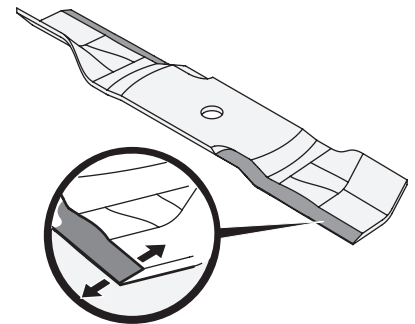

Figure 4-18
3. Pour aiguiser correctement les lames de coupe, aiguissez les deux tranchants des lames de façon égale, parallèlement à la voile, à un angle de 25 à 30 degrés. Aiguissez toujours chaque lame de coupe de façon égale pour assurer l'équilibre des lames. Voir Figure 4-18.